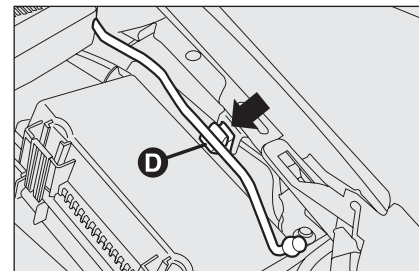
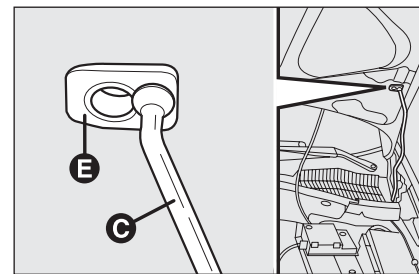

рис. 107
рис. 108
- Поднимите капот и в тоже время высвободите стержень **Д-рис. 107** из крепления, а затем установите конец стержня **С-рис. 108** в гнездо капота **Е**.
- Удерживайте капот в верхнем положении одной рукой, а другой рукой выньте стержень **С-рис. 108** из гнезда **Е** и установите его на штатное место в креплении **Д-рис. 107**;